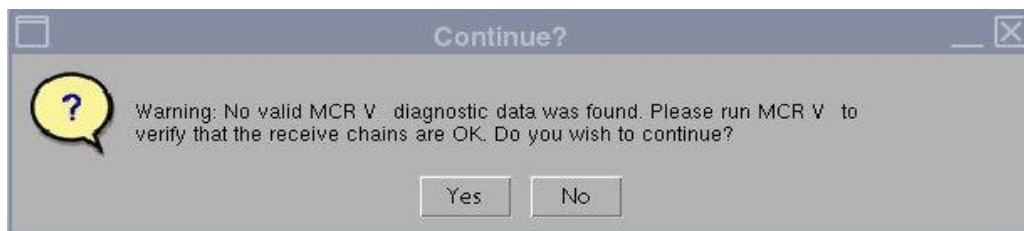

Figura 2
***Nota:** se viene visualizzato l'avviso "No valid MCR-V (or MCR2/3)" (Nessun MCR-V (o MCR2/3) valido) Figura 2 selezionare [Yes] (Sì) e procedere con il test. La diagnostica MCR-V deve essere effettuata prima di consegnare il sistema al cliente.*